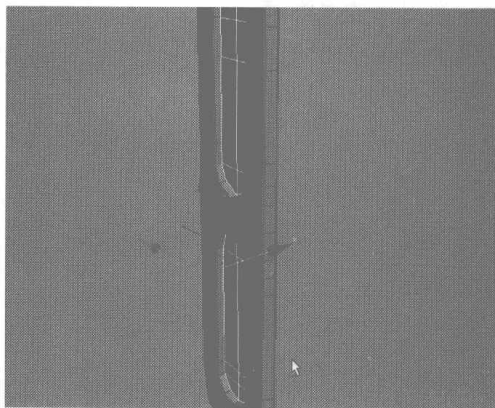

图 4.443
- 22** 取消所有编辑, 选择两个面片物体, 在按住 Shift 键的同时沿 X 轴向内移动, 如图 4.443 所示, 拉伸其厚度。